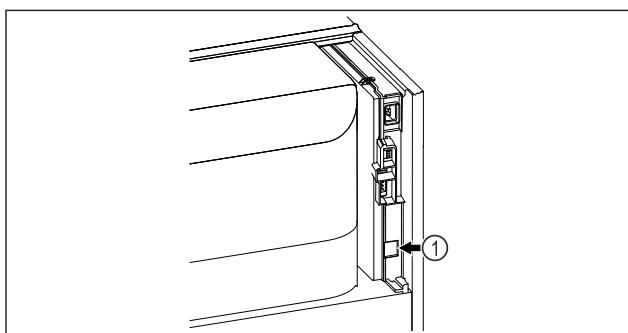

Fig. 82
- Se utiliza SmartModule Fig. 82 (1).